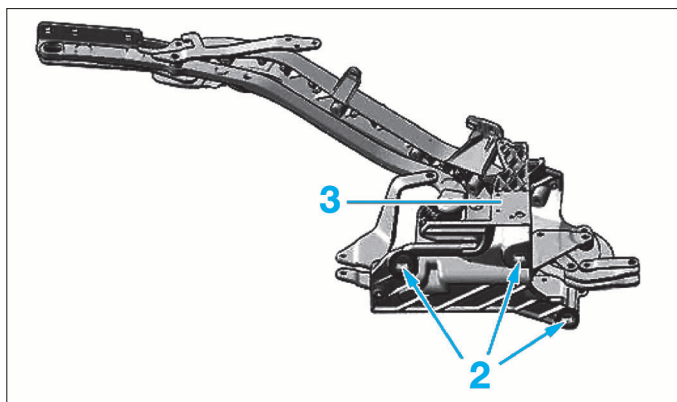

FIG. 91
- Desserrer sans déposer les fixations (2) du mécanisme d'articulation (3) (Fig.91).
- Effectuer le réglage en longueur par les fixations (2) (Un côté à la fois).
- Positionner le mécanisme d'articulation (3) de façon à ne plus voir les boutonnières de réglage des fixations (2).
- Serrer les fixations (2).
- Reposer la garniture (1).